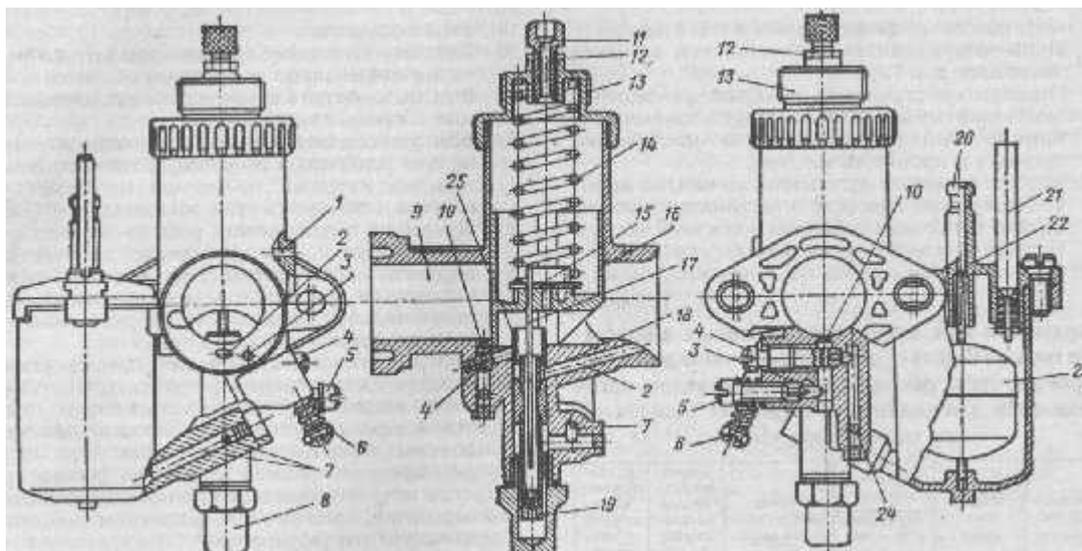

Рис. 9. Разрез карбюратора "Йиков" 2924СБД:
Устройство карбюратора "Йиков" 2924СБД показано на рис.9. Поплавковая камера с дроссельным колодцем, смесительная камера и фланец крепления карбюратора к двигателю выполнены в одной отливке.
2. Снять крышку 22 (см. рис.9) поплавковой камеры, убедиться в отсутствии грязи на дне камеры. В случае необходимости карбюратор снять с двигателя, разобрать, промыть и установить на место.